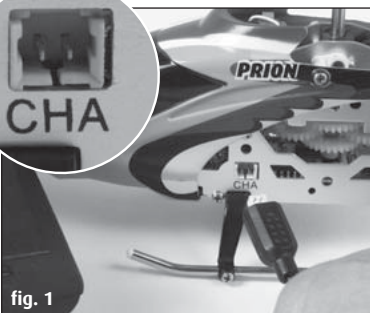

fig. 1
2. Insira a ficha do cabo de carregar cuidadosamente na tomada do helicóptero (fig. 1). A ficha deve poder entrar facilmente na tomada - NÃO APLIQUE FORÇA. Se a ficha não for inserida correctamente na tomada, o helicóptero pode danificar-se e em determinadas circunstâncias pode até correr-se perigo de lesões.
- b. Insira a ficha do cabo de carregar cuidadosamente na tomada do helicóptero (fig. 1). A ficha deve poder entrar facilmente na tomada - NÃO APLIQUE FORÇA. Se a ficha não for inserida correctamente na tomada, o helicóptero pode danificar-se e em determinadas circunstâncias pode até correr-se perigo de lesões.
O regulador de empuxo (regulador esquerdo do telecomando) tem que apontar para baixo antes de se ligar o telecomando. Depois, colocar o interruptor do telecomando em „ON“ (fig. 1); o LED da corrente eléctrica acende-se em vermelho.